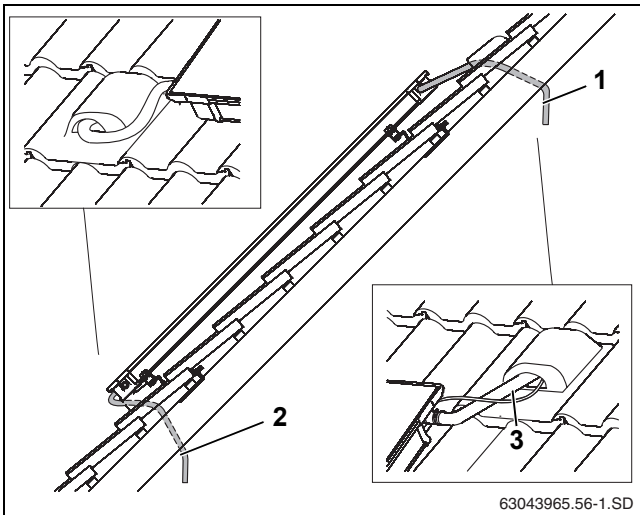

Bild 47 Anschlussleitungen unter das Dach führen
- ▶ Solarschlauch zusammen mit dem Fühlerkabel durch die Entlüftungspfanne (Bild 47, [1]) und durch die Dachisolierung führen.